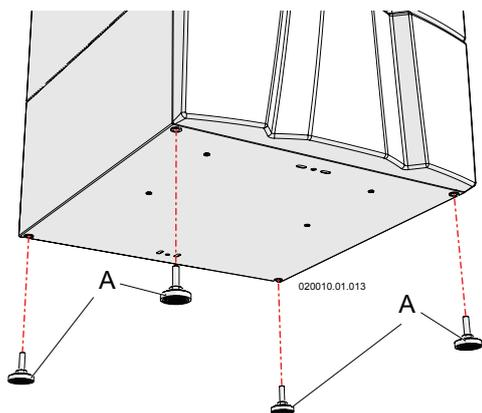

Figure 6-2 - Pieds de nivellement
- ☞ installer les pieds réglables «A» pour le nivellement de l'appareil selon la figure 6-2.